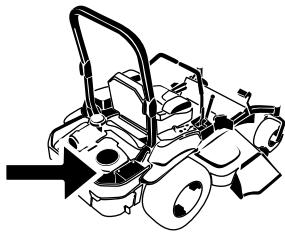

**Figure 57**
6. Versez lentement environ 80 % de l'huile spécifiée dans le tube de remplissage, puis faites l'appoint lentement jusqu'à ce que le niveau atteigne le repère maximum (Full) (Figure 57).